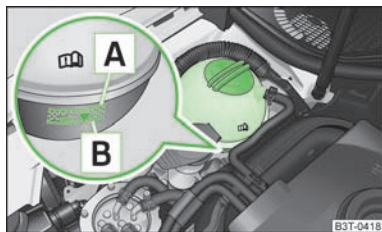

Fig. 117
Para rellenar recomendamos utilizar solamente aquel líquido refrigerante cuya designación se encuentra en el depósito de expansión del refrigerante » fig. 117.
- Comprobar el nivel de líquido refrigerante en el depósito de expansión del mismo » fig. 117. Con el motor frío, el nivel de líquido refrigerante debe encontrarse entre las marcas **B** (mín.) y **A** (máx.). Con el motor caliente, el nivel puede sobrepasar también ligeramente la marca **A** (máx.).
- Colocar un trapo sobre el tapa de cierre del depósito de expansión de líquido refrigerante » fig. 117 y desenroscar el tapón **con cuidado**.
¡No rellenar el depósito de líquido refrigerante por encima de la marca **A** (máx.) » fig. 117! El líquido refrigerante excedente es expulsado del sistema de refrigeración a través de la válvula de sobrepresión situada en el tapón de cierre del depósito de compensación del refrigerante al calentarse.